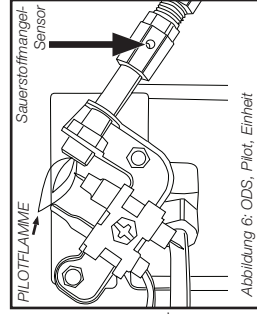

Abbildung 6: ODS, Pilot, Einheit
7. Die Hauptbrenneröffnungen (in den Öffnungshalter eingefädelt) prüfen und reinigen. Der Öffnungshalter ist mit zwei (2) Schrauben an der Brennereinheit-Venturiröhre angebracht. Den Piloten (an einer Heiterung befestigt) prüfen und mit einem Staubsauger oder Pressluft durch die Löcher im Piloten reinigen; durch Pfeile markiert in Abbildung 6. **WARNUNG:** Zur Reinigung des Piloten, niemals Nadeln, Drähte oder ähnliche zylindrische Objekte verwenden, um eine Beschädigung des kalibrierten Rubin, der die Gasströmung durch die Steueröffnung leitet, zu verhindern.